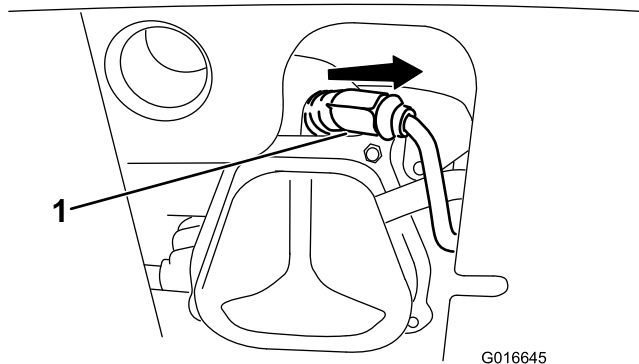

Figura 32
1. Retire el protector de goma (Figura 32).